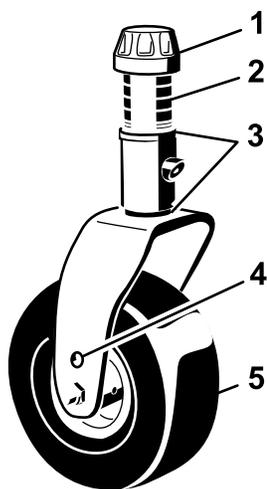

Figura 34
3. Regolate gli spessori (3 mm) sulla forcella (o forcelle) della ruota orientabile, finché l'altezza di taglio non corrisponde al valore riportato sull'adesivo (Figura 34); fate riferimento a Misurazione del passo del piatto di taglio \(pagina 66\).